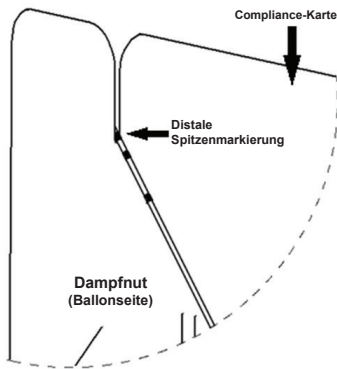

Abbildung 2 Gerade Konfiguration
4. Den distalen Spitzenmarkierungsstreifen am unteren Teil in die Dampfnut legen. (siehe Abbildung 2)